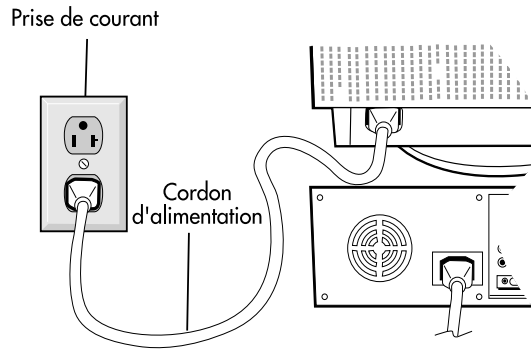

Figure C.1
5. Connecter une extrémité du cordon d'alimentation au moniteur et l'autre extrémité à la prise de courant (**Figure C.1**).